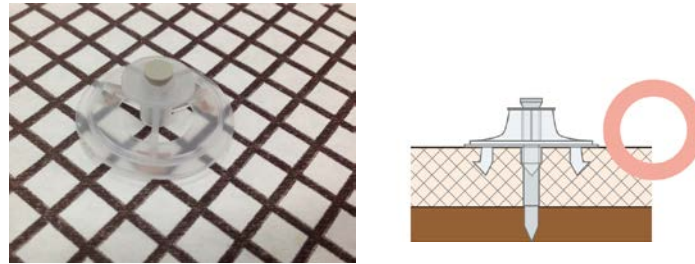

図 5：ネオマキーパー設置例
- ・ハンマーにて型枠合板に設置する際、ネオマキーパーⅡのカラーのアンカー部が、ネオマフォーム UF に沈み込まないように施工してください。（図 5）